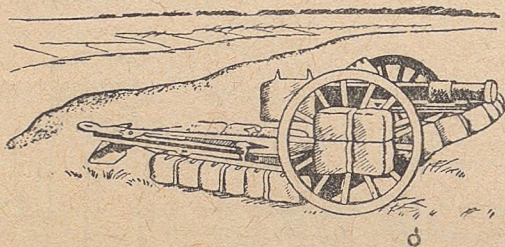

Рис. 84.
24. Кыным поплавок колö крепитны 1000 кг сьöкыта орудие бердö, медбы сйö вулжöтны юöt (рис. 84). Быд поплавоклөн весыс 2,1 кг. Поплавоклөн объём 63 дм^3 .